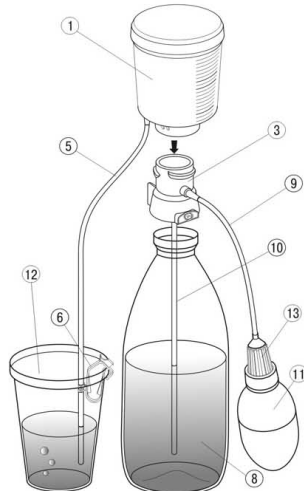

Рис.5. Установка водоочистителя на пластиковую ёмкость.
Водоочиститель состоит из сменного фильтрующего модуля (далее - модуля) (1), переходной втулки (2) для подключения модуля к гладкому крану (рис. 1) или переходной втулки (3) для подключения модуля к стандартной пластиковой ёмкости (8) (рис. 5).
Водоочиститель позволяет эффективно очищать воду из отдельной пластиковой ёмкости (8) без использования водопроводной сети. Для очистки воды водоочиститель необходимо установить на пластиковую ёмкость (8), используя переходную втулку (3) (рис. 5).
- наденьте на модуль (1) изливную трубку (5) (рис. 5);
- наведите на переходную втулку (3) модуль (1);
- закрепите изливную трубку (5) фиксатором (6) (как показано на рис. 5), на приёмной ёмкости (12);
- нажимая на нагнетатель (11), отфильтруйте воду.
- после отбора необходимого количества воды сбросьте остаточное давление воздуха в ёмкости поворотом клапана (13) нагнетателя (11).